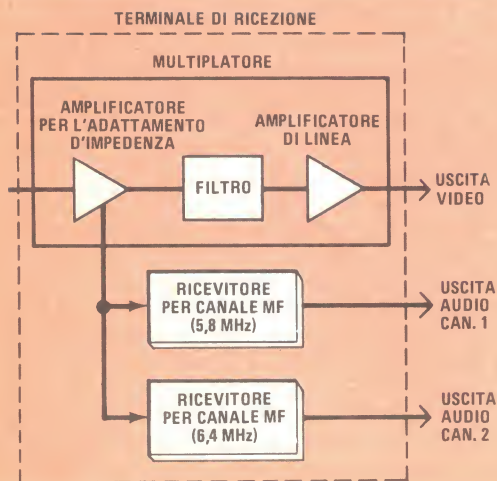

Fig. 2 - Schema a blocchi del Sistema FV-43 per la trasmissione di canali in MF.
Fig. 2 - Circuiti rivelatori di fumo a camera di ionizzazione con dispositivi Motorola: con preamplificatore MOSFET separato (A) e con preamplificatore incorporato (B).
Il circuito che fa uso del dispositivo MC14461, rappresentato nella *fig. 2-A*, impiega un MOSFET MFE825 come preamplificatore per la camera di ionizzazione rivelatrice di fumo. Poiché la corrente d'uscita dello IC deve essere limitata a circa 12 mA, per azionare la tromba di segnalazione viene usato un transistor npn MDS-DOS. Salvo che per un diodo tipo 1N4001 di protezione contro eventuali inversioni di polarità della batteria, tutti gli altri dispositivi attivi sono incorporati nello IC.
Il secondo circuito (*fig. 2-B*) è simile ma impiega un MC14462 e quindi non richiede un preamplificatore esterno per la camera di ionizzazione. Entrambi i circuiti sono stati progettati per funzionare con alimentazioni normali da 9 Vc.c., entrambi hanno sensibilità regolabile (per mezzo di potenziometri da 5 M $\Omega$ ) ed entrambi emetteranno brevi bip per avvertire che la batteria si avvicina alla fine della sua durata utile, per cui è necessario sostituirla.
**Come funziona** - Nella fig. 2 è illustrato uno schema a blocchi del Sistema FV-43 per la trasmissione di canali in MF. Questo sistema consente la trasmissione di uno o due canali audiofonici di alta qualità, allocati immediatamente al di sopra della banda base video normalizzata (precisamente alla frequenza di 5,8 MHz il canale 1 ed alla fre-